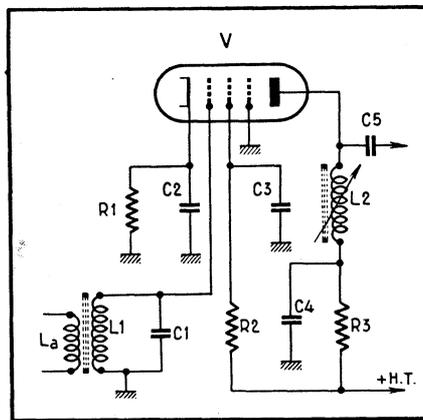
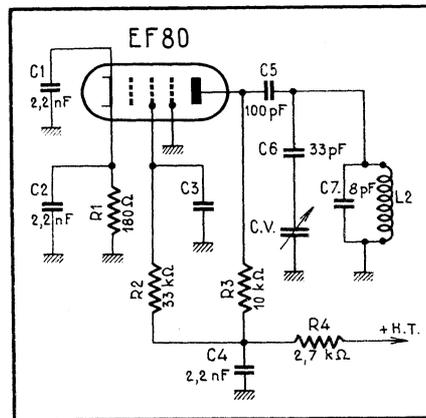

Fig. 4. — Schéma de principe d'un amplificateur H.F. à pentode.
Fig. 5. — Réalisation pratique d'un amplificateur H.F. à pentode.
C'est ainsi que la figure 4 représente le schéma normal d'un étage dont l'accord se fait par la variation de la self-induction de L_2 (déplacement d'un noyau en ferrite), tandis que le circuit d'entrée L_1 se trouve accordé d'une façon fixe sur le milieu de la bande FM, c'est-à-dire sur 93 MHz environ. Cet accord peut être réalisé soit à l'aide d'un noyau ajustable et un condensateur C_1 fixe, soit à l'aide d'un condensateur ajustable et un noyau fixe.
élevé que possible, il est logique de choisir, dans le cas de la figure 4, une pentode à pente élevée également, par exemple EF 80 ($S = 6,8$ à $7,4$ mA/V), 6CB 6 ($S = 6,2$ mA/V), EF 85 ($S = 6$ mA/V), 6AM 6 ($S = 7,6$ mA/V), etc.
Le gain G qu'il est possible d'obtenir avec un montage tel que celui de la figure 4 est directement proportionnel à la pente S du tube utilisé, mais dépend également de la résistance de charge globale, c'est-à-dire de la résultante de l'impédance à la résonance Z_2 du circuit L_2 et de la résistance d'entrée R_e de la lampe suivante.
2. — Essayer également de réduire la pente du tube employé en diminuant la tension appliquée à son écran à l'aide d'une résistance telle que R_2 de la figure 4. Ce moyen contribue, bien entendu, à diminuer également G_{max} , mais proportionnellement à la racine carrée de S (c'est-à-dire moins vite) ;
Le cas du condensateur C_3 découplant l'écran (fig. 4) est un peu spécial, car interviennent ici des considérations de réaction par la capacité grille-grille G_1 -grille G_2 . De ce fait, pour calculer C_3 , on fait intervenir les capacités internes du tube et on applique la relation suivante :
En ce qui concerne le condensateur de liaison tel que C_5 (fig. 4), on le choisira
A noter que certains tubes, comme le EF 80, possèdent deux sorties de cathode, auquel cas on réalise souvent le montage de la figure 5 : condensateur C_2 , shuntant la résistance de polarisation R_1 , ramené à la masse du circuit d'entrée (avec R_1) ; condensateur C_1 ramené à la masse du circuit d'anode.
Les schémas des figures 5 et 6 montrent deux montages empruntés à certaines réalisations industrielles. Le circuit d'entrée de
la figure 5 est en tout point analogue à celui de la figure 4 et nous n'avons pas jugé utile de le reproduire. Le condensateur C_0 , en série avec le C.V. (10 pF de capacité variable utile), est une sorte de padding, destiné à donner une allure particulière à la courbe de variation du C.V.